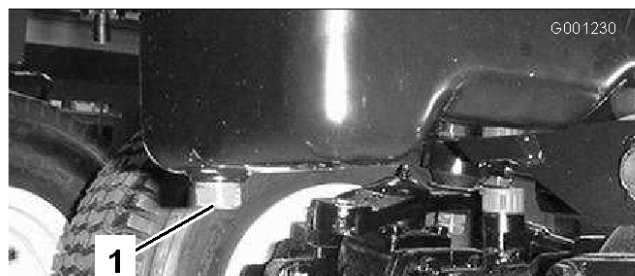

Figura 48
3. Coloque um recipiente de drenagem debaixo do recipiente do óleo e alinhe-o com o tampão de escoamento (Figura 48).